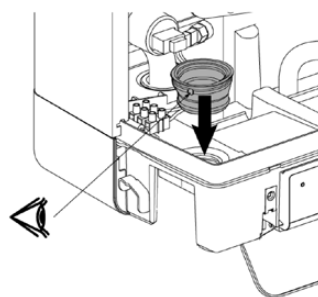

Fig. 49
- Helyezze vissza a szifonfúvókát (lásd Fig. 49).